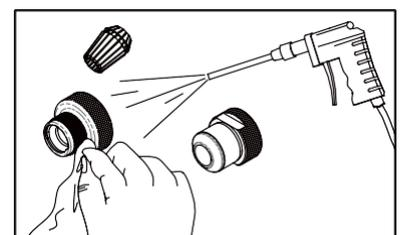
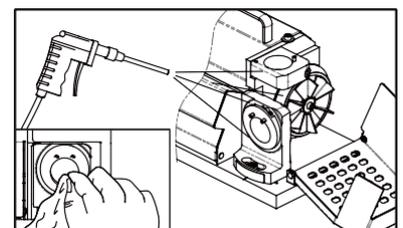

Fig. 11-4
Fig. 11-5
- ① Desconecte o cabo de alimentação e certifique-se de que a energia está desligada.
- ② Desmonte o conjunto de mandril após o uso.
- ③ Use a pistola de ar para retirar cavacos e poeira de todas as bases de esmerilhar e de todos os acessórios. (Fig. 11-4) (Fig. 11-5)
- ④ Use um pano limpo para limpar cada porta de contato e todos os acessórios; em seguida, recoloque-os em ordem. (Fig. 11-4) (Fig. 11-5)